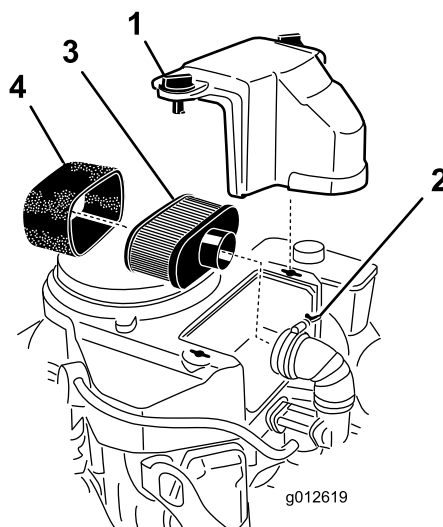

Figura 37
3. Limpie alrededor del limpiador de aire de forma que la suciedad no penetre en el motor y cause daños (Figura 37).
4. Afloje los pomos de la tapa y retire la tapa del limpiador de aire (Figura 37).
5. Afloje la abrazadera y retire el conjunto del limpiador de aire (Figura 37).
6. Retire cuidadosamente el filtro de gomaespuma del filtro de papel (Figura 37).
1. Deslice cuidadosamente el filtro de gomaespuma sobre el filtro de papel (Figura 37).
2. Coloque el conjunto del limpiador de aire sobre la base del limpiador de aire o la manguera y sujételo (Figura 37).
3. Coloque en su posición la cubierta del limpiador de aire y apriete el pomo de la cubierta (Figura 37).